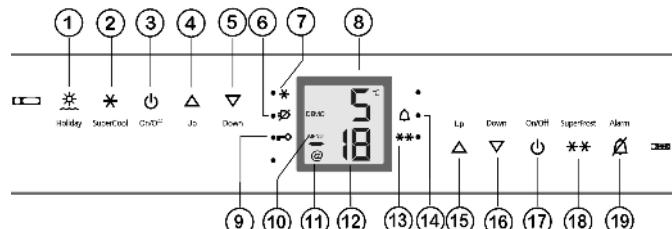

Fig. 3
- Fig. 3
(1) Кнопка Holiday	(11) Символ «HomeDialog»
(2) Кнопка SuperCool	(12) Индикация температуры морозильного отделения
(3) Кнопка On/Off холодильного отделения	(13) Символ «SuperFrost»
(4) Кнопка настройки вверх холодильного отделения	(14) Символ «Alarm»
(5) Кнопка настройки вниз холодильного отделения	(15) Кнопка настройки Up морозильного отделения
(6) Символ «Отключение питания»	(16) Кнопка настройки Down морозильного отделения
(7) Символ SuperCool	(17) Кнопка On/Off морозильного отделения
(8) Индикация температуры холодильного отделения	(18) Кнопка SuperFrost
(9) Символ «Защита от детей»	(19) Кнопка Alarm
(10) Символ «Меню»